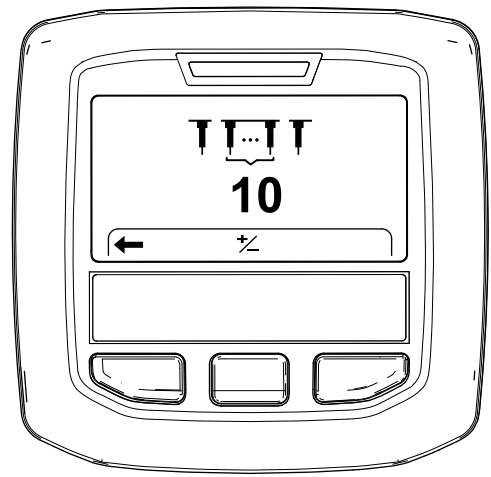

Figura 50
6. Pulse el botón derecho del InfoCenter para mostrar la pantalla Setting the Tine Quantity (Ajuste de la cantidad de taladros) (Figura 50).